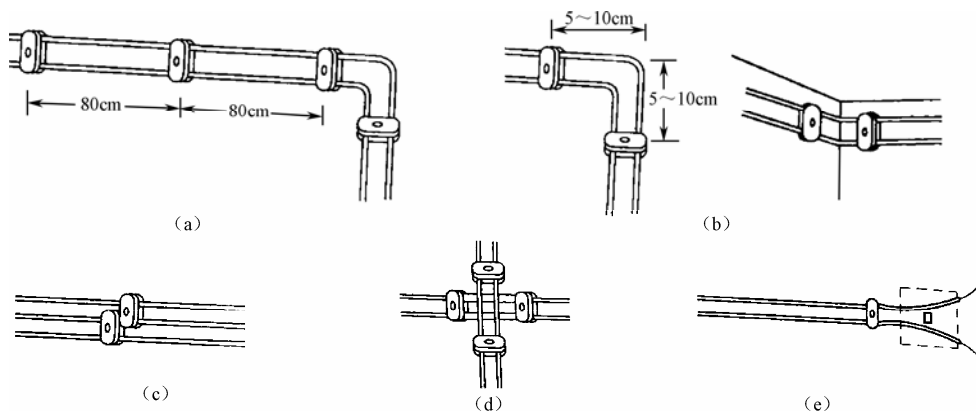

图 6-18 用瓷夹板安装导线
- ① 沿导线的走向每隔 80cm 安装一个瓷夹板，将导线压在线槽内，如图 6-18 (a) 所示。
- ② 遇到导线拐弯时，应在拐弯处各安装一个瓷夹板，瓷夹板到拐弯处的距离为 5~10cm，如图 6-18 (b) 所示。
- ③ 当有三根导线同行时，可使用三槽式瓷夹板，也可以使用双槽式瓷夹板，如图 6-18 (c) 所示。
- ④ 当导线出现交叉时，应在交叉处安装 4 个瓷夹板，如图 6-18 (d) 所示。
- ⑤ 在导线进入插座前，要在距插座较近处安装一个瓷板夹，如图 6-18 (e) 所示。